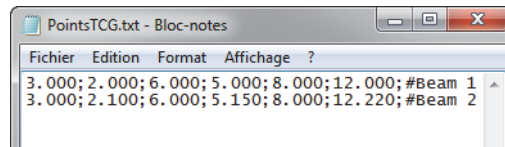

Figure 4-34 Texte d'importation des points TCG
1. Créez le fichier .csv contenant les différents points TCG d'un groupe spécifique (Figure 4-34 à la page 138) :